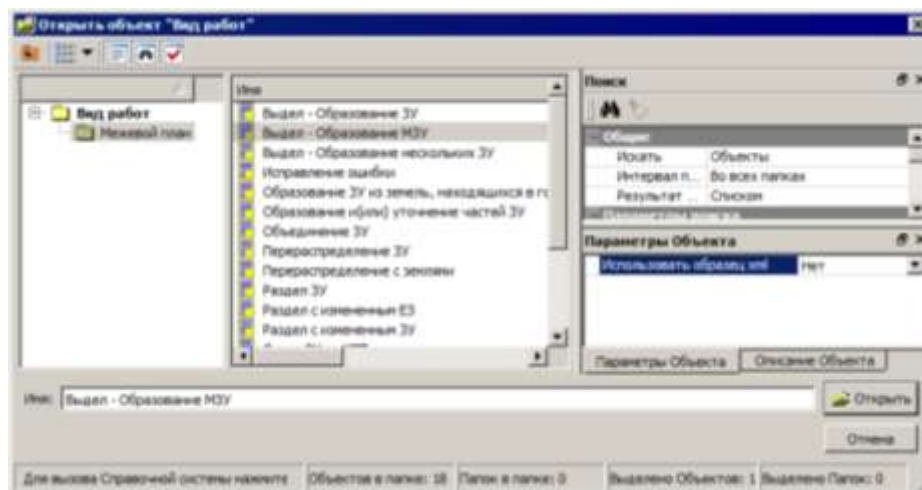

Рисунок 13 – Графическое окно «Вид работ»
4. В окне **Открыть объект** «**Вид работ**» выберите вид работ «*Выдел - Образование МЗУ*». В этом же окне в поле **Параметры Объекта** в строке **Использовать образец xml** укажите значение *Нет*. Нажмите кнопку **Открыть** (рис. 13).